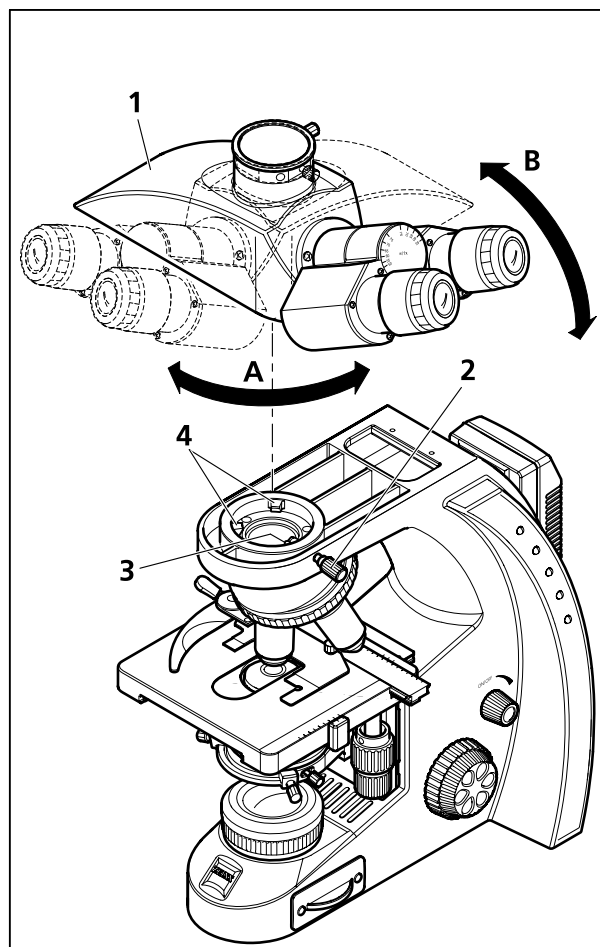

Figura 26 Substituir o tubo
- Soltar o parafuso de aperto (Figura 26/2), girar o tubo existente (Figura 26/1) em aprox. 90° para a direita (Figura 26/A), incliná-lo ligeiramente para cima e removê-lo (Figura 26/B).
- Inserir o tubo a montar (as oculares indicam para a direita) no estativo, introduzindo-o com sua cauda de andorinha, em posição ligeiramente inclinada, debaixo dos dois elementos de retenção (Figura 26/4).
- Em seguida, colocar o tubo na posição horizontal sobre o estativo. Nisso, a ranhura no lado inferior do tubo tem de se encontrar acima do terceiro elemento de retenção (Figura 26/3) do estativo.
- Girar o tubo 45° para a esquerda (as lentes indicam para frente), alinhá-lo quanto ao estativo e apertar bem o parafuso de fixação (Figura 26/2).